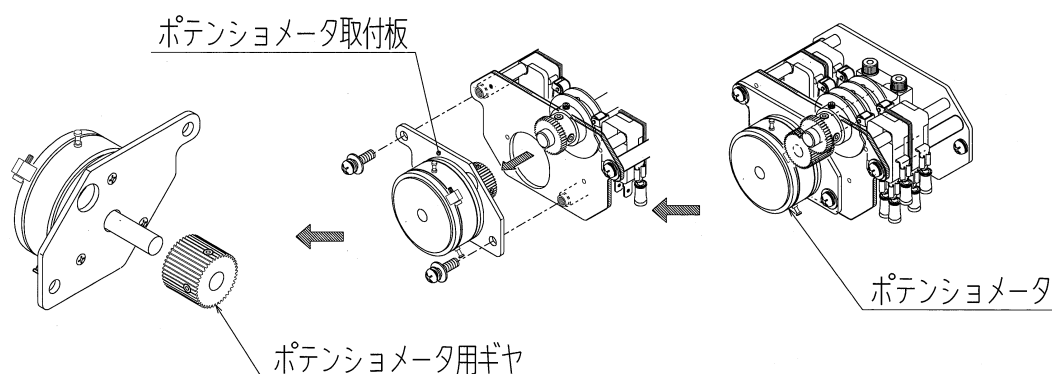

図10：ポテンシオメータの取り外し
- ⑤RM端子に(+)、WM端子に(-)をテスタ(電圧レンジ)にてあて、電圧値を測定、記録します。
- ⑥ポテンシオメータ本体の3端子に接続されているリード線色と端子番号を記録します。
- ⑦ポテンシオメータの端子付近からリード線を切断します。
- ⑧ポテンシオメータ取付板を取り外します。(図10参照)
- ⑨ポテンシオメータに付いているギヤを外し、ポテンシオメータを取付板から取り外します。